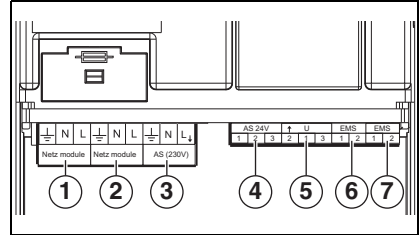
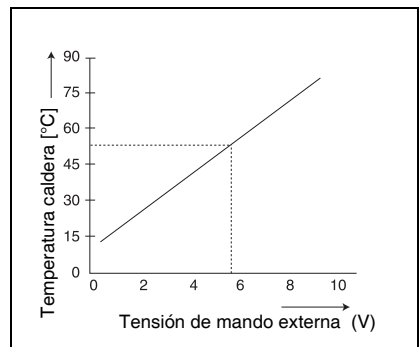

Fig. 2 Conexiones
Fig. 3 Diagrama de 0 – 10V
a) La conexión AS 24V (→ fig. 2, [4]): se trata de un contacto de conexión exento de potencial para señales de baja tensión hasta 24 V. Esta señal de avería puede ser leída por ejemplo por un sistema de gestión de edificios.
b) La conexión AS 230V (→ fig. 2, [3]): permite por ejemplo activar una bocina o un indicador de alarma.
El EM10 puede utilizarse como interfaz entre la caldera y por ejemplo un sistema de gestión de edificios. La señal de 0-10 VDC (→ fig. 2, [5]) permite elegir entre control por temperatura de caldera o por potencia (→ fig. 3).
Este tipo de regulación se activa si puentea las clavijas 1 y 3. (→ fig. 2, [5] y el esquema eléctrico en pág. 47). El EM10 convierte la señal de 0-10 V en una potencia nominal. Se trata de una relación lineal, → tabla 2.